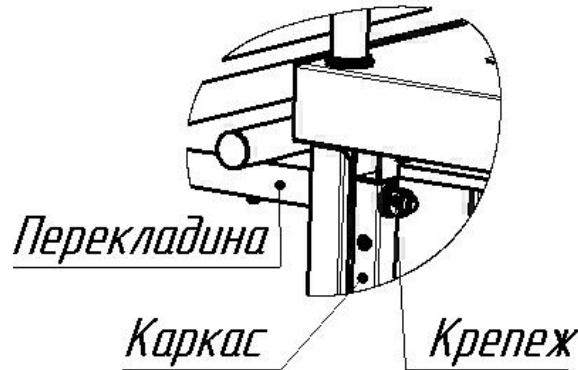

Рис.4 – Установка перекладины
- установите перекладины резьбовыми осями в отверстия на фронтальной стороне изделия так, чтобы монтажные отверстия поперечин «смотрели» вверх, и закрепите их с помощью комплекта крепежа M12 на каркасе изделия (рис.4);